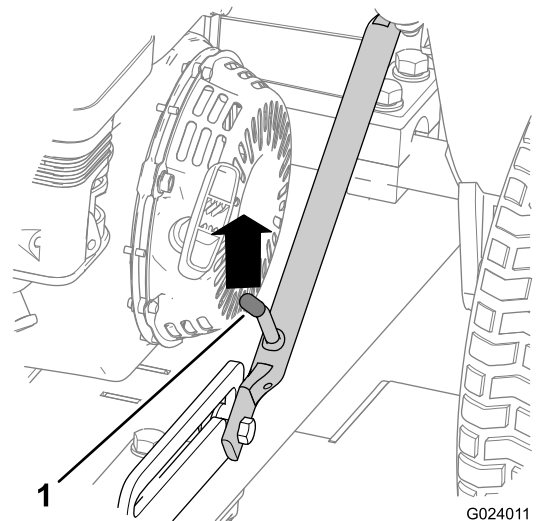

图 17
1. 向上推动挂钩组件直至门锁杆从滑块锁销中松开 图 17。
5. 提起挂钩 (图 22)、直到门锁杆锁入滑块锁销 (图 17)。